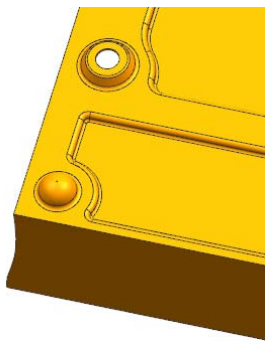

图 8-75 创建法向除料特征
(4) 返回“法向除料”对话框，单击按钮，创建法向除料特征，如图 8-75 所示。